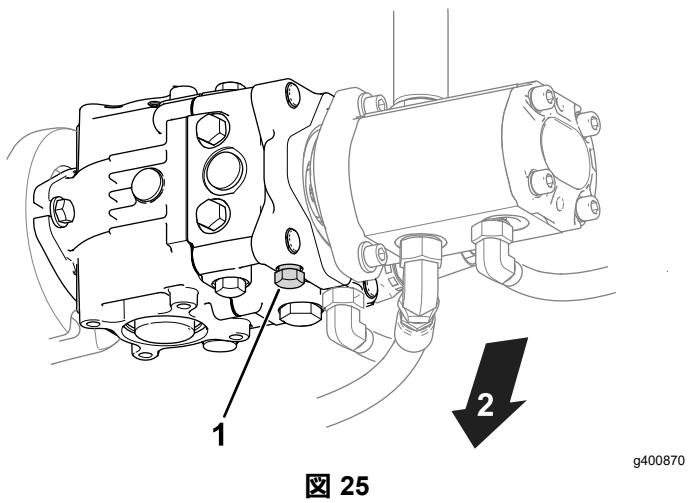

図 25
- 油圧ポンプについているバイパスバルブを探し出す図 25。